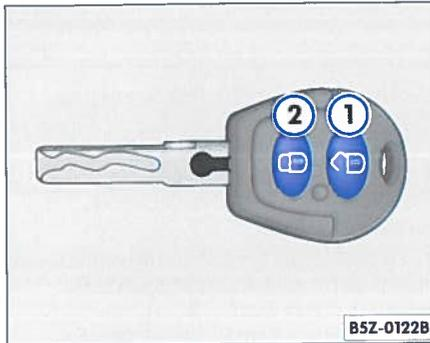

Abb. 31 Tastenbelegung Funkschlüssel
- Drücken Sie die Taste ⇒ Seite 54, Abb. 31 ② **zweimal hintereinander** für maximal 5 Sekunden.
Wenn Sie die Taste ② häufig außerhalb des Wirkungsbereiches ⇒ Seite 54, Abb. 31 der Funkfernbedienung betätigen, kann sich das Fahrzeug mit der Funk-Fernbedienung nicht mehr öffnen oder schließen lassen. Der Funkschlüssel muss dann neu synchronisiert werden.